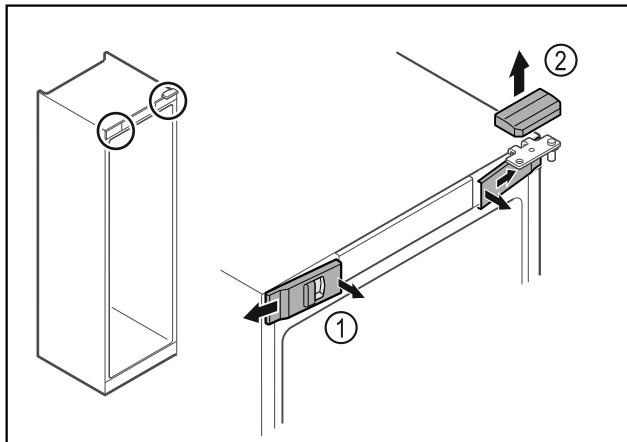

Fig. 16
- Vidinėje pusėje atfiksuo kite priekines dengiamasias plokštėles Fig. 16 (1) ir nuimkite jas iš šoną.
- Nuimkite viršutinę dengiamąją plokštę Fig. 16 (2) į viršų.